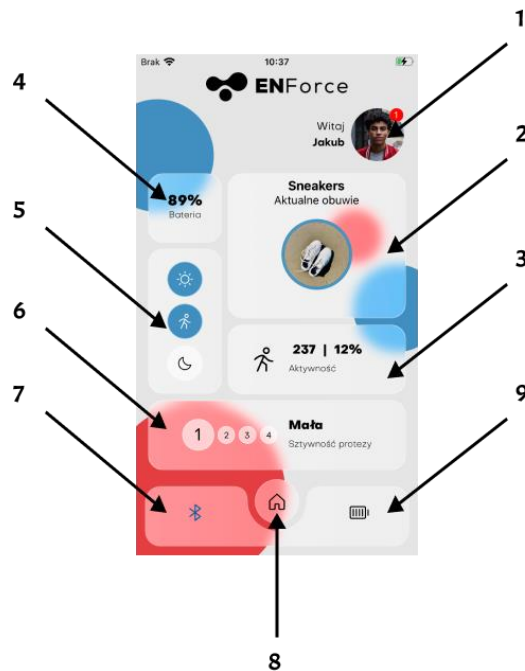
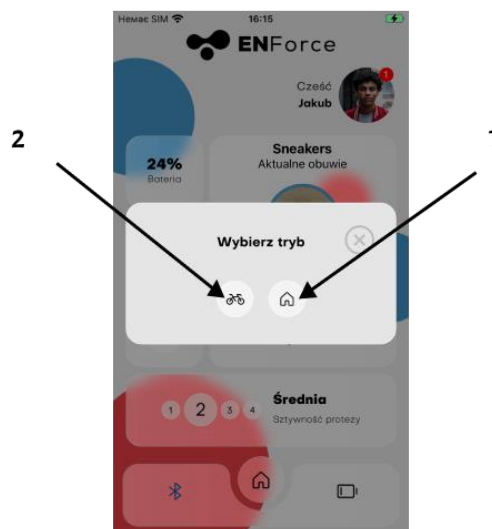

Abbildung 15: Startbildschirm.
Abbildung 16: Ändern des Modus der Prothese.
Um den Modus zu ändern, klicken Sie auf das Symbol (5) in Abbildung 15. Der Bildschirm zum Ändern des Modus (Abbildung 16) wird angezeigt, in dem der Benutzer den gewünschten Modus auswählen muss. Sie können zwischen dem Heimatmodus (1) und dem Fahrradmodus (2) wählen. Wenn Sie den aktuellen Modus auswählen, wird dieser deaktiviert und in den Gehmodus.